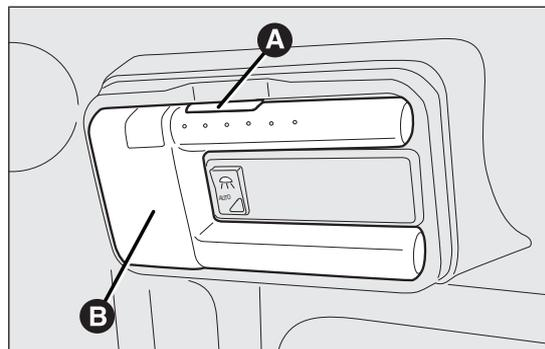

fig. 154
- appuyer sur le bouton A fig. 154 et retirer le plafonnier amovible B ;